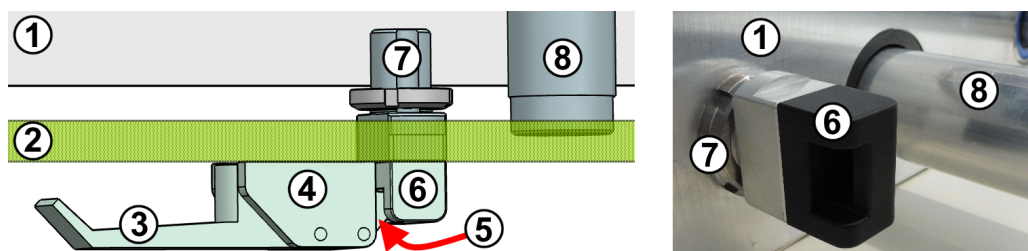
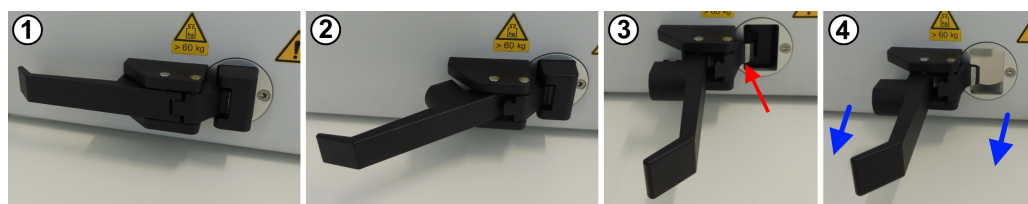

图 7-2: 偏心压紧门装置的横截面顶视图 (左) 和细节图 (右)
图 7-4: 手动开门程序
压紧闩装置的组件如图 7-2 所示：
1. 如图 7-4 所示, 将把手从位置 1 打开到位置 2。
2. 然后, 如图 7-4 所示将把手从位置 2 打开到位置 3。
2. 确保把手处于与箱门成 90° 角的完全打开位置，具体如图 7-4 中的图 3 和 4 所示。此位置可防止锁门（图 7-2 中标号 5）和锁定块 (6) 发生碰撞。
4. 如图 7-4 所示，将把手从位置 3 闭合到位置 2。锁门将与锁定块啮合。
5. 然后，如图 7-4 所示将把手从位置 2 闭合到位置 1。